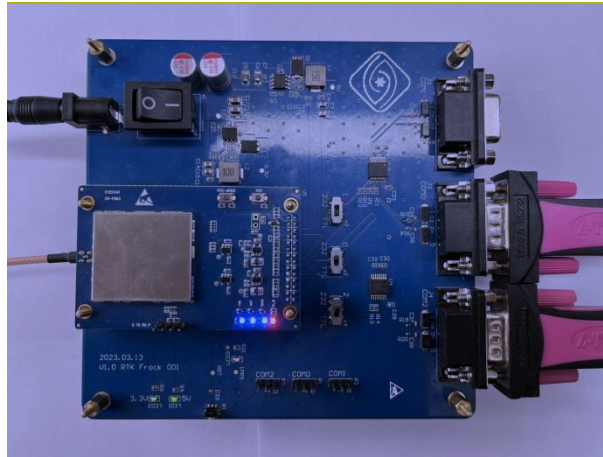

图 4-3 连接串口与电源
- 连接 12V 适配器到 EVK 的电源，启动 P683-D 板卡，如图 4-3 所示；